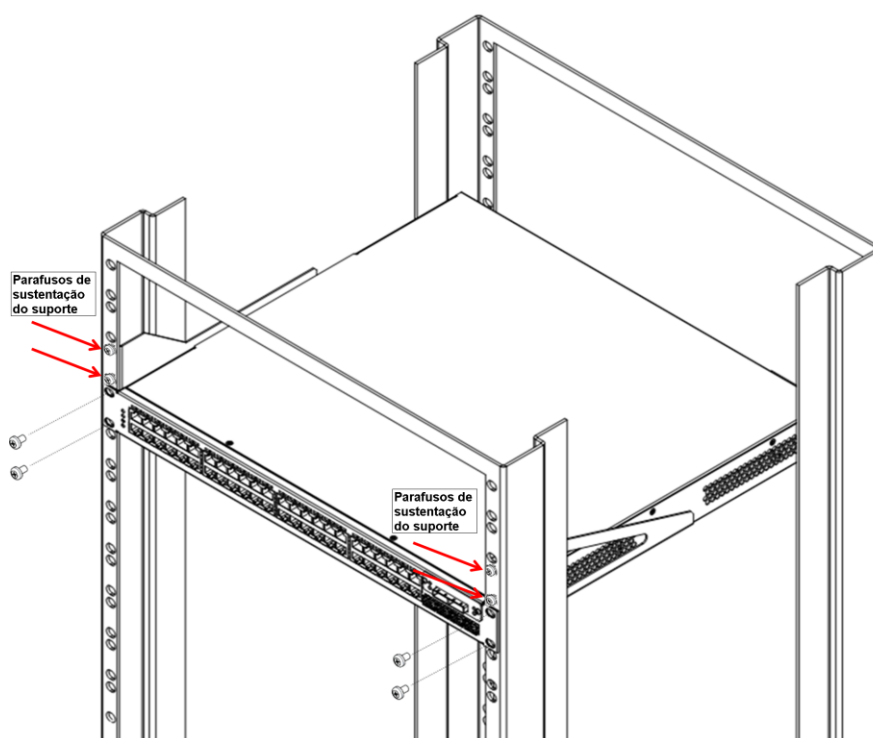

Figura 23. Reforços de Sustentação Instalados no Rack
2. Posicione o chassi de forma que o mesmo fique justamente acondicionado nos reforços de sustentação em ambos os lados, conforme Figura 23;